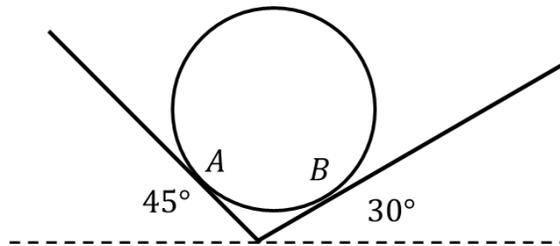

Fig. 2.1.
2.1.- Un cilindro homogéneo que pesa 50 (N) se apoya sobre dos planos lisos como muestra la Fig. 2.1. Determinar las fuerzas que estos planos ejercen sobre el cilindro en los puntos de contacto A y B cuando está en reposo.